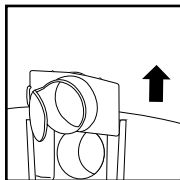

FIGURE 32
46. Déposer le déflecteur du guide de retenue. **FIGURE 32.**